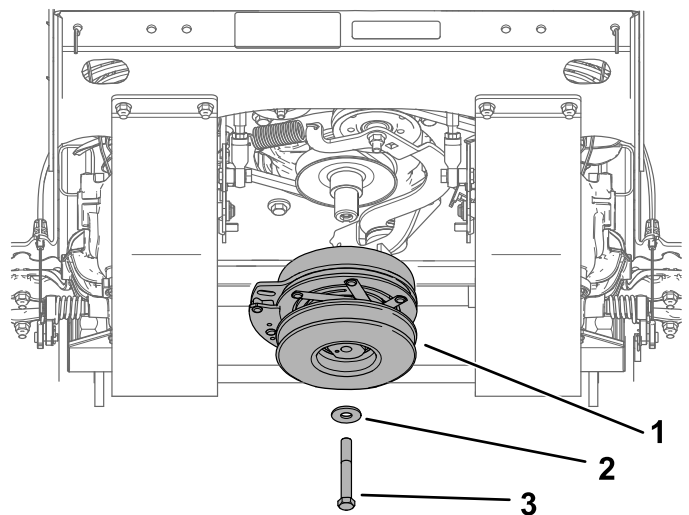

Рисунок 56
4. Снимите шкив муфты (Рисунок 56).
- 12. Установите шкив муфты (Рисунок 56). Затяните болт с моментом от 68 до 81 Н·м.